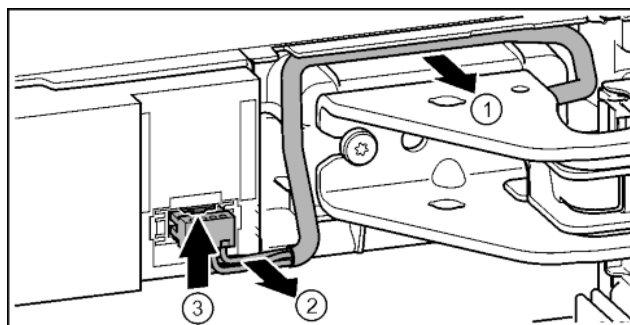

Fig. 19
- Осторожно освободить кабель над опорным кронштейном из направляющей. Fig. 19 (1)
- Аккуратно вытянуть жилы кабеля из канала. Fig. 19 (2)
- Прижать соединительную накладку вверх и осторожно вынуть штекер. Fig. 19 (3)